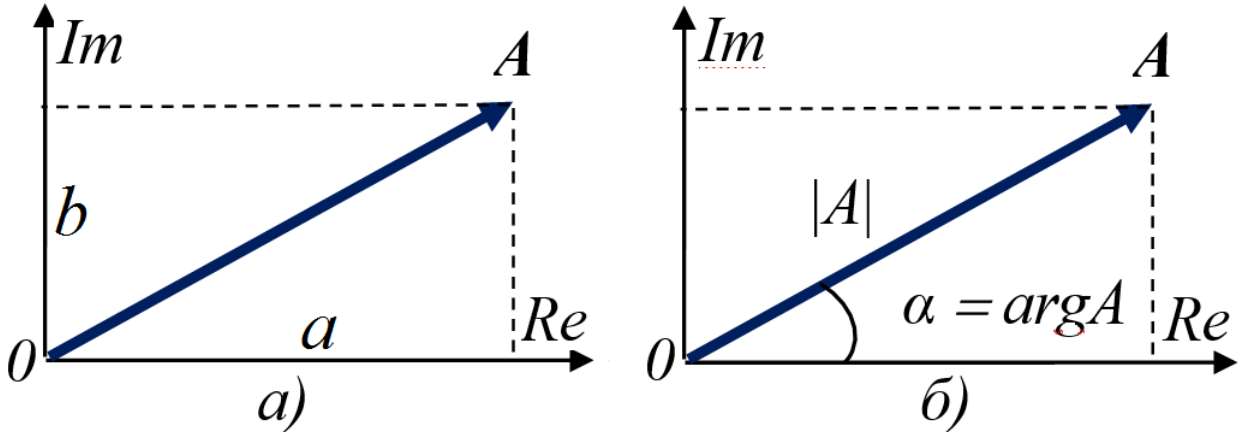

Рисунок 1 – Представление комплексного числа
**Геометрическое представление комплексных чисел.** Наряду с алгебраической формой записи комплексных чисел (1), используют их геометрическое представление на комплексной плоскости (см. рис. 1, а). При этом ось абсцисс называется вещественной осью, а ось ординат – мнимой.
Длину изображающего вектора называют модулем числа  $A$ , угол между этим вектором и положительным направлением вещественной оси – аргументом числа  $A$  (см. рис. 1, б).